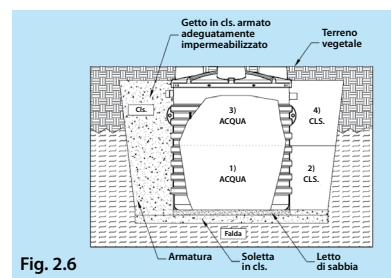

Fig. 2.6
**Image 2.6** - La présence d'eau de surface est la **condition la plus dangereuse** pour installer une cuve d'accumulation. Dans ce cas nous recommandons une **relation géotechnique** effectuée par un **technicien spécialisé**. Selon les résultats de cette relation, le technicien peut évaluer le niveau de poussée de l'eau et donc les meilleures dimensions pour le support et type de couverture ; en particulier, le technicien devra prévoir des supports latéraux avec la portance nécessaire pour supporter des considérable poussées sur les cotes. Ce niveau de résistance peut être augmenté d'avantage avec l'insertion de filets soudés électriquement. Après avoir préparé une **base en béton** sur le fond de l'excavation, placer une autre couche de 10 cm de sable pour remplir les corrugations dans la base de la cuve. La cuve et en particulier ses supports latéraux doivent être remplis **graduellement**. Nous conseillons donc de remplir la cuve à moitié. Remplir ses cotes avec du ciment renforcé et le laisser reposer pour **26/36 heures** [Fig. 2.6 par. 1 e 2]. En suite, terminer le remplissage de la cuve et de son support latéral [Fig. 2.6 points 3 et 4].